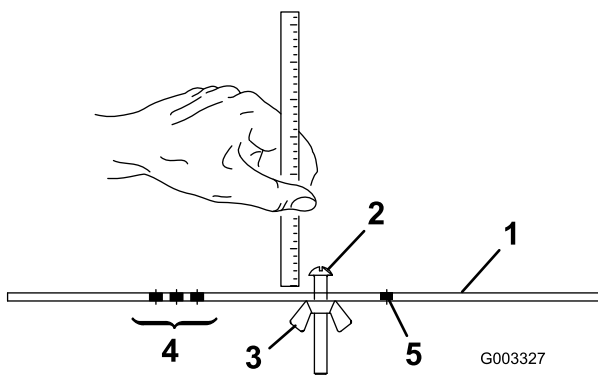

图19
2. 松开调刀尺上的螺母 图19 并将调节螺丝设定为所需的剪草高度。